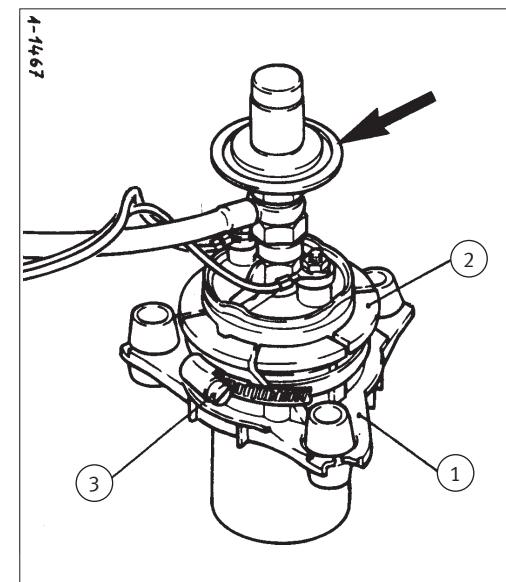

Abb. 2/Fig. 2/Puc. 2/图2
- 松脱油箱内的支架（1, 图 2），将其连同燃油泵一起取出。
- 松开软管夹箍（3, 图 2）。
- 将支架（1, 图 2）向下，将夹紧套筒（2）向上从燃油泵上取下。
**提示：**皮尔博格燃油泵不需要消音器（脉冲阻尼器）（箭头，图 2）。